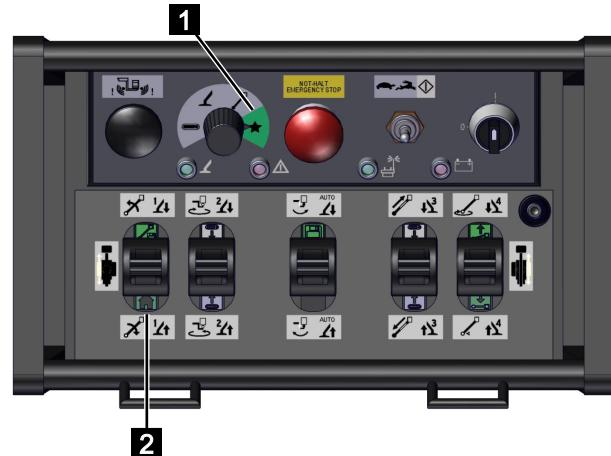

Abb. 140
2. Funktionswahlschalter (Abb.140/1) auf [Sonderfunktion] (grün) stellen.
3. Den Steuerhebel (Abb.140/2) gemäß nachfolgender Tabelle bedienen.